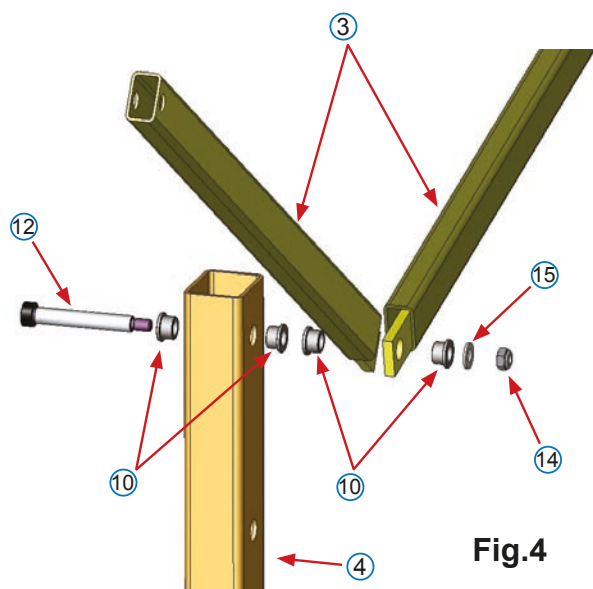

Fig.4
- les paliers d 16 rep. 10 dans les plats des bras rep. 3, dans les trous centraux des balanciers rep. 2 et dans les socles rep. 4 (voir les sens des paliers Fig 4 et 5).
Fixer les balanciers rep. 2 sur les poteaux rep. 4 à l'aide des axes de Ø 16 rep. 12 puis les bras rep. 3 du premier panneau rep. 1. (voir les figures 4 et 5)